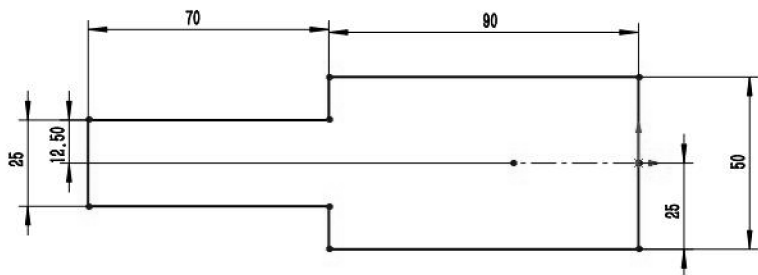

图 6-46 基体法兰草图
- 02 在【草图】选项卡中单击【草图绘制】按钮, 选择上视基准面作为草图平面, 绘制如图 6-46 的基体法兰草图。